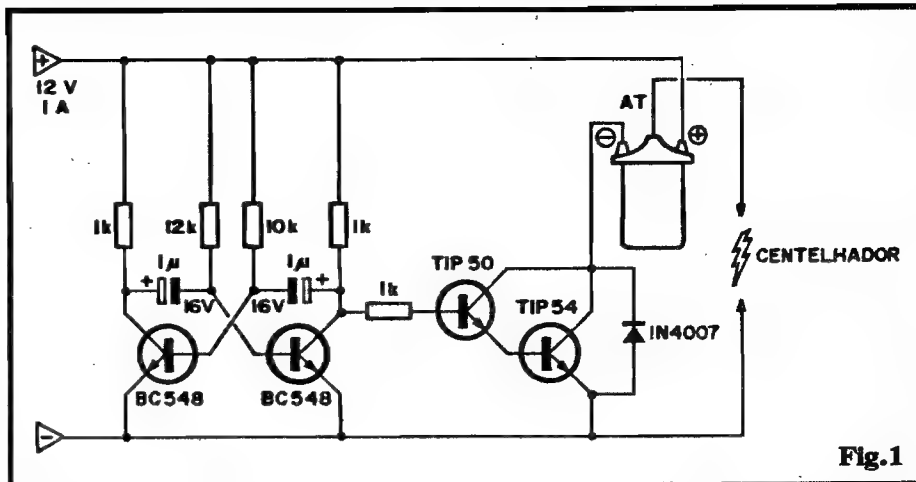

Fig.1
- FIG. 1 - O CIRCUITO - Num au-